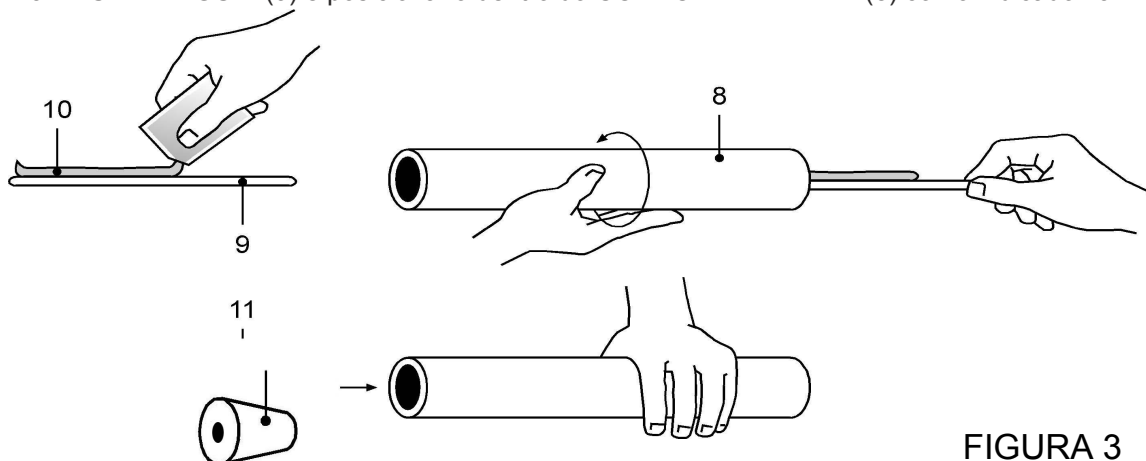

FIGURA 3
3- Com auxílio da HASTE DE GUIA (9) lubrificar a parte interna do CORPO DA EMENDA ISOLANTE (8) com a PASTA DE MONTAGEM (10) dos dois lados, usando aproximadamente a metade da pasta fornecida. Montar o CONE DE MONTAGEM (11) com a HASTE DE GUIA (9) e posiciona-lo dentro do CORPO DE EMENDA (8) como indicado na FIGURA 3.